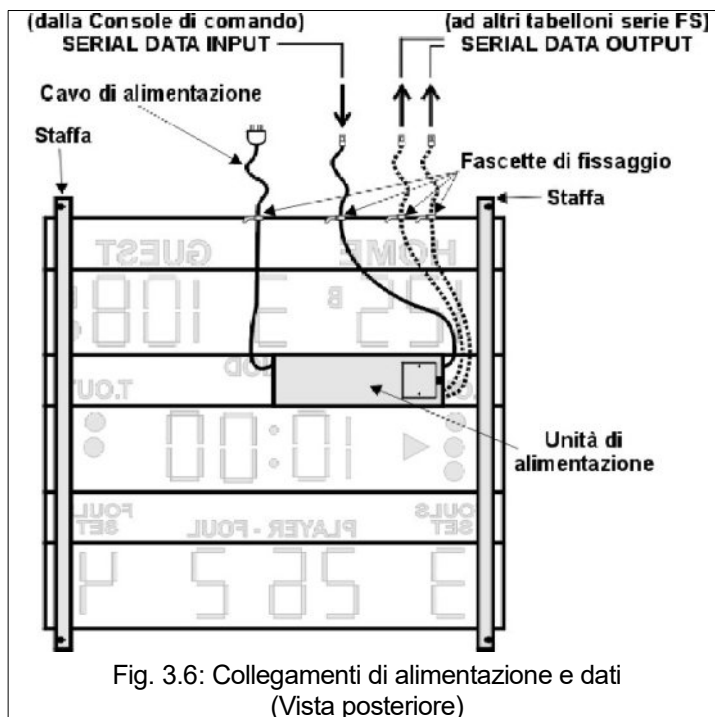

Fig. 3.6: Collegamenti di alimentazione e dati (Vista posteriore)
1. Inserire il cavo di alimentazione nella apposita presa e poi fissarne l'altra estremità sulla parte superiore del tabellone con la fascetta prevista allo scopo (vedere Fig. 3.6); ciò per poter disporre della spina di alimentazione sopra il tabellone una volta che questo è fissato a parete.
2. Per i tabelloni centrali di visualizzazione dei punteggi, oltre al cavo seriale lungo per il collegamento dalla Console di comando, vengono forniti anche tre cavetti di circa 1 m; inserire uno di questi nel connettore "SERIAL DATA INPUT" e poi fissarne l'altra estremità sulla parte superiore del tabellone utilizzando l'apposita fascetta (vedere Fig. 3.6). Ciò permette di facilitare il collegamento al cavo seriale proveniente dalla Console una volta installato il tabellone sulla parete.